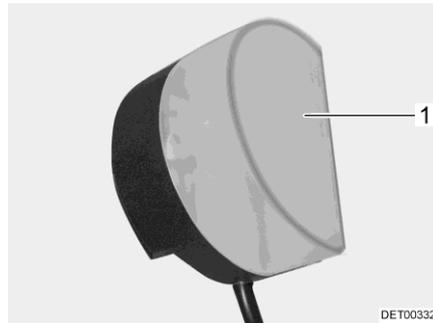

Fig. 194 Éclairage de la penderie
- Enfoncer légèrement le couvercle de la lampe (Fig. 194,1) et le retirer.